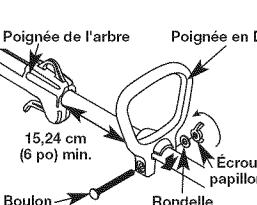

Fig. 2
- Rabaissez la poignée en D dans le logement de l'arbre (Fig. 2). L'orifice du boulon hexagonal dans la poignée doit être placé sur le côté gauche.